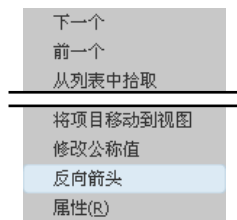

图 10.11.26 快捷菜单
Step1. 在图 10.11.25a 所示的图形中单击要切换箭头的尺寸, 然后右击, 在系统弹出的图 10.11.26 所示的快捷菜单中选择 **反向箭头** 命令, 此时图形中的尺寸箭头如图 10.11.25b 所示。